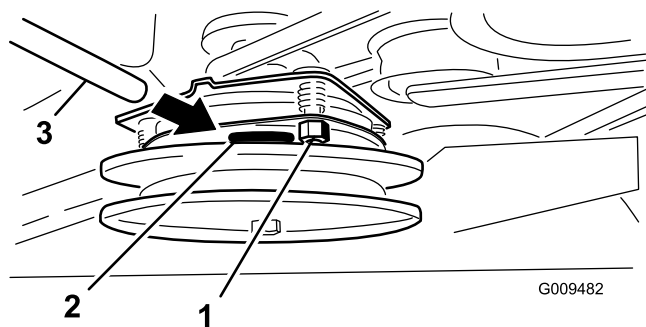

Figura 55
2. Se è necessario eseguire una regolazione, impostate uno spazio di 0,381 mm all'altezza di ognuna delle tre fessure di regolazione. Stringete i dadi di bloccaggio fino a fissare leggermente lo spessimetro facendo però in modo di poterlo muovere facilmente all'interno del traferro (Figura 55).